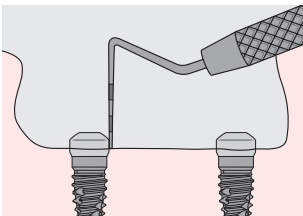

Fig. 1
- (Fig. 1): Die korrekte Höhe jedes einzelnen Dalbo® Certain® Abutments bestimmen, in dem die Höhe der Einheilkappe über dem Gewebe, **ohne** die Wölbung, mit einer Sonde (1 mm Skalierung) gemessen wird. Anschliessend von der Gesamthöhe der Einheilkappe subtrahieren und 1 mm dazu addieren.